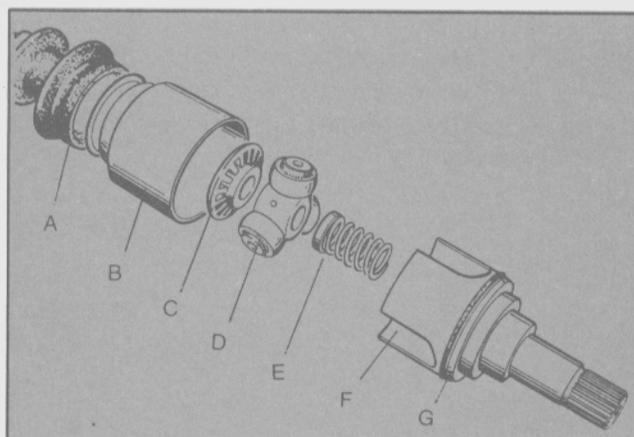

Fig. 74 - Despiece de la junta de transmisión
- Retirar la arandela plástica, la tapa y el guardapolvo del semieje (Fig. 74).